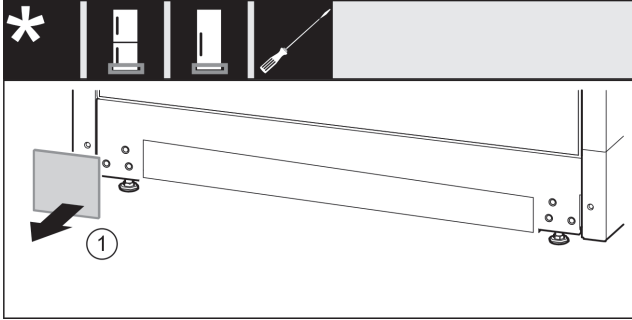

Fig. 35
- ▶ Vegye le a borítást. Fig. 35 (1)